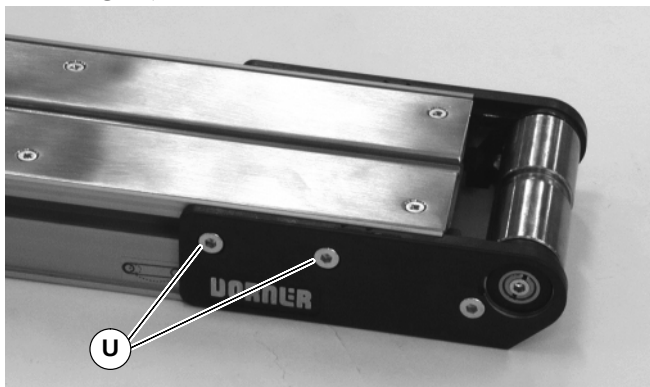

Abbildung 45
2. Die Antriebsrollenbaugruppe auf dem Förderband installieren. Zu beiden Seiten des Förderbandes die Befestigungsschrauben festziehen (U siehe Abbildung 45).